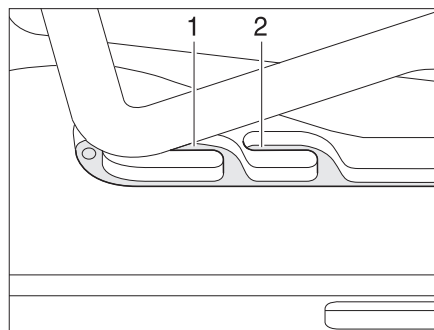
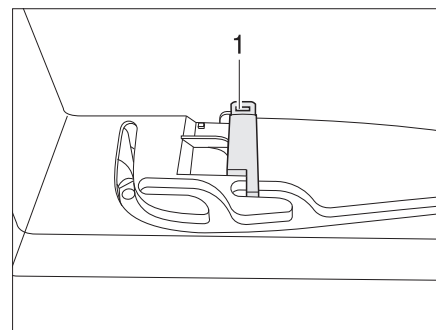

Bild 88 Heki-takluckan i ventilationsläge
Bild 89 Lås ventilationsläge
Heki-takluckan kan ställas i två ventilationslägen: Läget för dåligt väder (Bild 88,1) och mittläget (Bild 88,2). Beroende på modell kan takluckan låsas i mittläget med spärren (Bild 89,1).
- Tryck bygel lätt uppåt och skjut in den i det valda spåret (Bild 88,1 eller 2) och lås eventuellt.